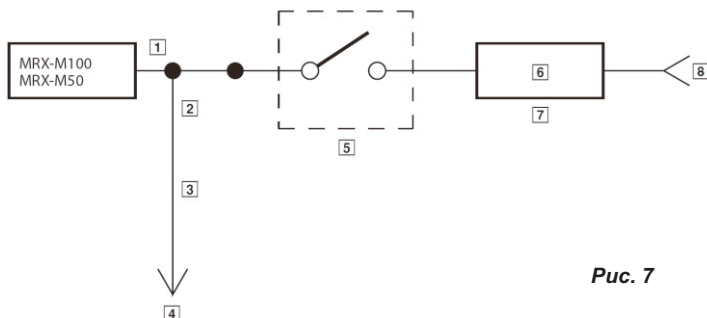

Рис. 7
**Проверьте, не относится ли к вашему головному аппарату одна из приведенных ниже ссылок (см. рис. 7):**